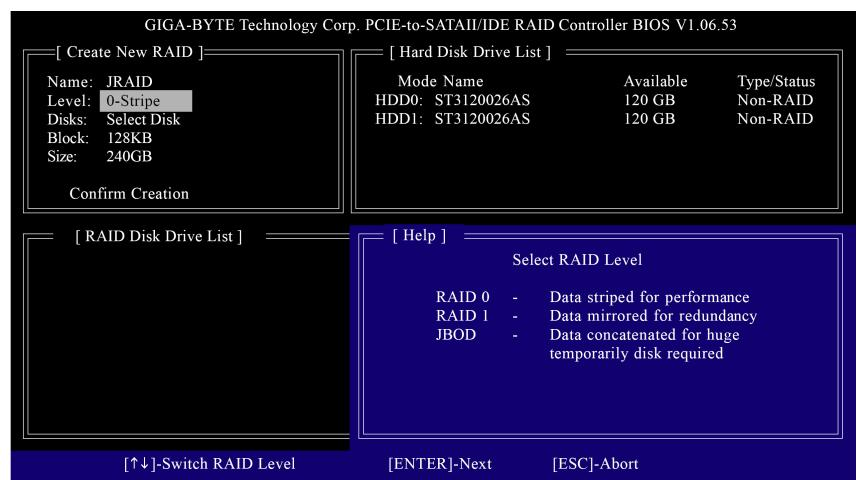

図 6
2. Select **RAID Mode:Level** 項目で、上下矢印キーを使用して RAID 0 (Stripe)、RAID 1 (Mirror)または JBOD を選択します(図 6)。ENTER を押して次のステップに進みます。